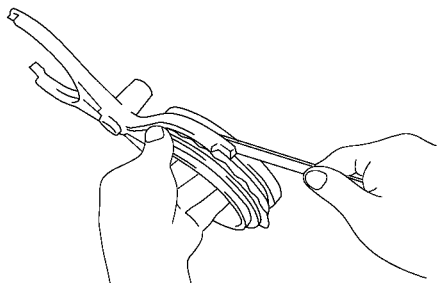

图 12-23 用塞尺测量 1 挡换挡叉和
(4) 测量 1 挡换挡叉和 2 号轮毂衬套之间的间隙。使用塞尺测量 1 挡换挡叉和 2 号轮毂衬套之间的间隙，如图 12-23 所示。